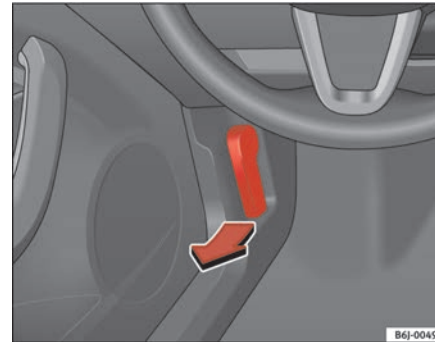

Abb. 123 Öffnungshebel für Motorraumklappe
- Ziehen Sie den Hebel unter der Instrumententafel ⇒ **Abb. 123** in Pfeilrichtung. Die Motorraumklappe wird durch Federwirkung entriegelt ⇒ .